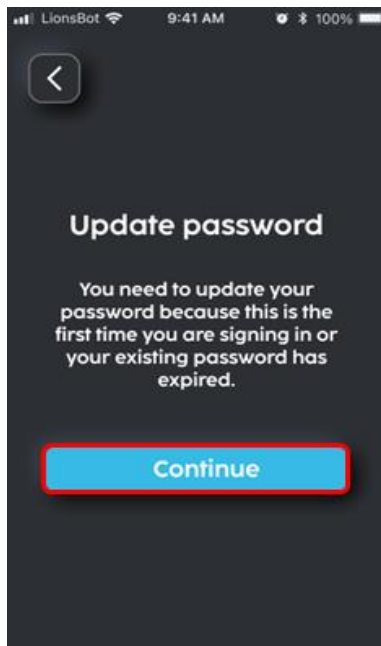

FIGURE 7-5
3. Cliquez sur 'Continuer' sur la page de mise à jour du mot de passe (Fig. 7-5).